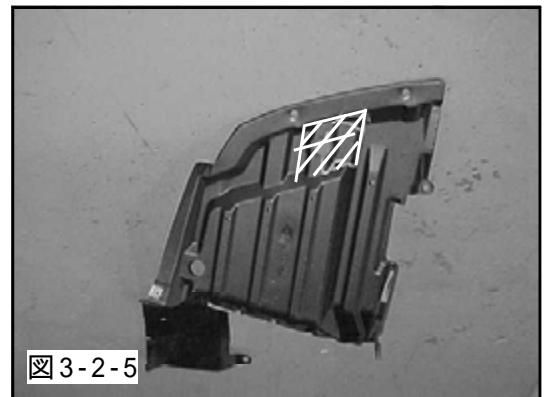

図3-2-5
- (3)スプラッシュシールドとインタークーラアウトレットパイプ1が干渉しないように、図の斜線部を切取ってください。(図3-2-5)